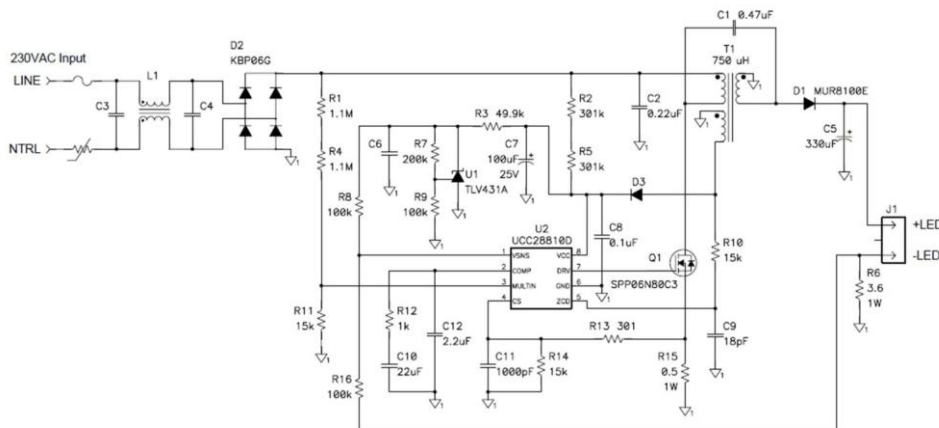
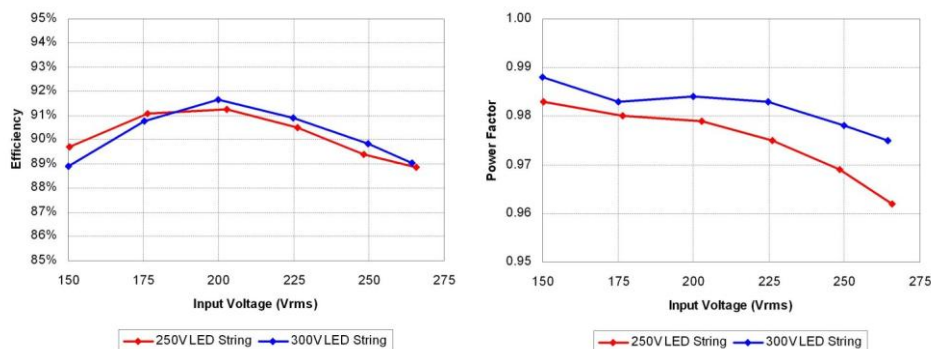
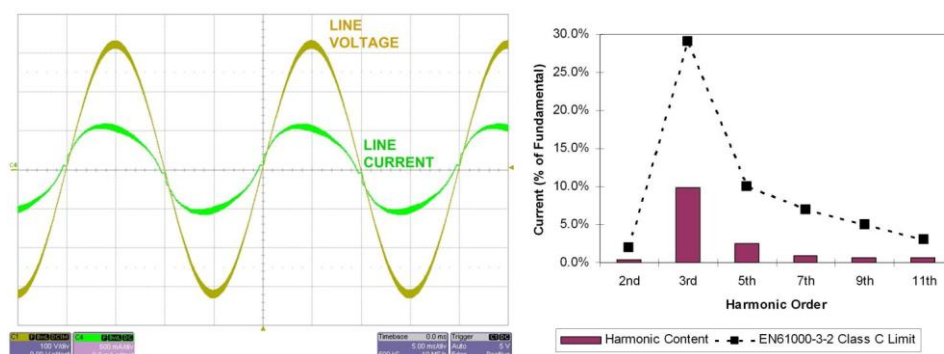

图 1 转移模式 SEPIC 发挥了简单 LED 驱动器的作用
图 2 TM SEPIC 具有良好的效率和高 PFC 效率
图 3 线路电流轻松地通过 EN61000-3-2 Class C 标准
就这种应用而言，有三种可选电源拓扑：降压拓扑、转移模式反向拓扑和转移模式 (TM) 单端初级电感转换器 (SEPIC) 拓扑。当 LED 电压大约为 80 伏特时，降压拓扑可以非常有效地被用于满足谐波电流要求。在这种情况下，更高的负载电压将无法再继续使用降压拓扑。那么，此时较为折中的方法就是使用反向拓扑和 SEPIC 拓扑。SEPIC 具有的优点是，其可钳制功率半导体器件的开关波形，允许使用较低的电压，从而使器件更为高效。在该应用中，可以获得大约 2% 的效率提高。另外，SEPIC 中的振铃更少，从而使 EMI 滤波更容易。图 1 显示了这种电源的原理图。
图 2 和图 3 显示了与图 1 中原理图相匹配的原型电路的实验结果。与欧洲线路范围相比，其效率非常之高，最高可达 92%。这一高效率是通过限制功率器件上的振铃实现的。另外，正如我们从电流波形中看到的一样，在 96% 效率以上时功率因数非常好。有趣的是，该波形并非纯粹的正弦曲线，而是在上升沿和下降沿呈现出一些斜度，这是电路没有测量输入电流而只对开关电流进行测量的缘故。但是，该波形还是足以通过欧洲谐波电流要求的。